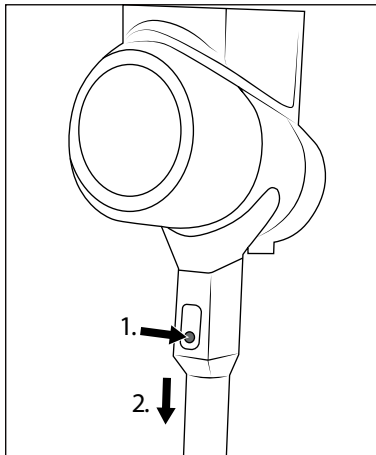

Abb. 10
- ◆ Um das Saugrohr **23** vom Gerät zu entfernen, halten Sie die Saugrohr-Entriegelungstaste **24** gedrückt und ziehen Sie das Saugrohr **23** von der Saugöffnung des Gerätes ab (siehe Abb. 10).